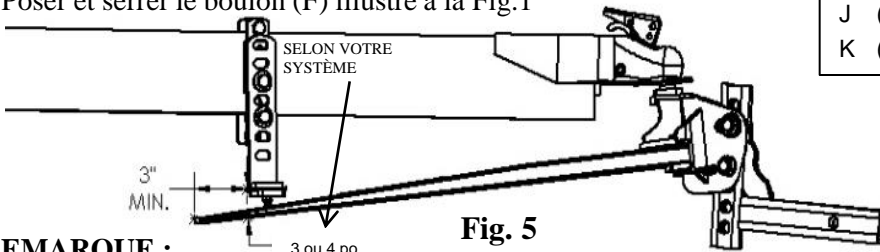

Fig. 5
- Lors de l'ajustement du montage de boule, il peut s'avérer nécessaire de soulever ou abaisser le support en L pour obtenir la charge de barre stabilisatrice appropriée si l'ajustement de l'angle de tête n'est pas suffisant. Si le nombre de rondelles n'est pas suffisant pour obtenir la dimension indiquée à la Fig. 5, déplacer le support en L (L) vers le haut par 1 jeu de trous.
- Si vous avez un cadre de 6 po de long avec un coupleur monté sur le bas (coupleur inversé), il peut être nécessaire de poser les supports (V) et (W) à l'envers afin de monter le support en L (L) suffisamment bas. Cela abaissera le support en L de 1,75 po. Autrement, la pression des barres stabilisatrices risque d'être trop importante.
- **Serrer les deux écrous 3/4 po (E) à 300 lb-pi** lorsque l'angle souhaité est obtenu. Si une clé dynamométrique de cette capacité n'est pas disponible, serrer les écrous au couple de 150 lb-pi puis les serrer d'un 1/4 de tour additionnel. Ne pas lubrifier le filetage.